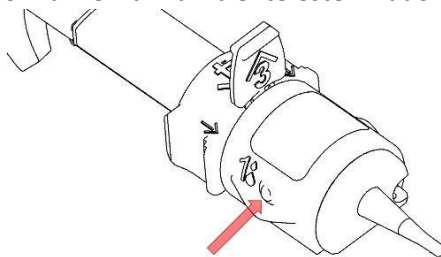

Fig. 1
3. Introduza totalmente a cânula (23G) de uma seringa cheia de material viscoelástico na pequena abertura indicada '1' (Fig. 1), mantendo uma ligeira pressão na ponta da cânula. Injete a solução viscoelástica dispersiva (de preferência HPMC), pela abertura. A quantidade de fluido viscoso é suficiente a partir do momento que os dois fluxos (gotas) de solução viscoelástica se encontram no topo da lente (tornam-se confluentes).